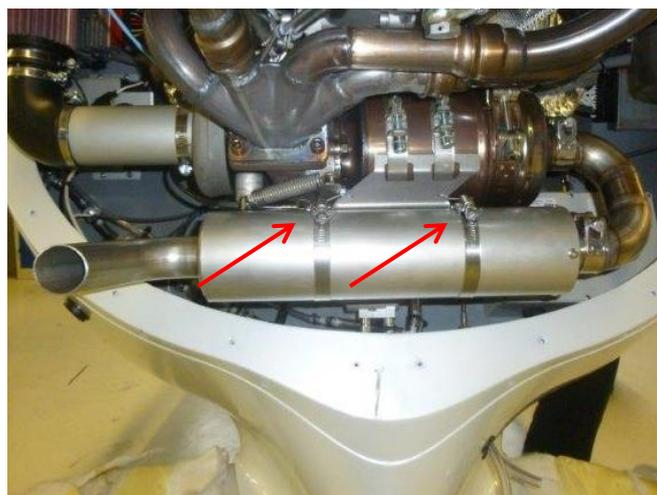

Abb.2: Halteschellen
- 4 Die Halteschellen entfernen und aufbewahren (Abb.2). Schellen auf Unversehrtheit prüfen, wenn nötig auswechseln.